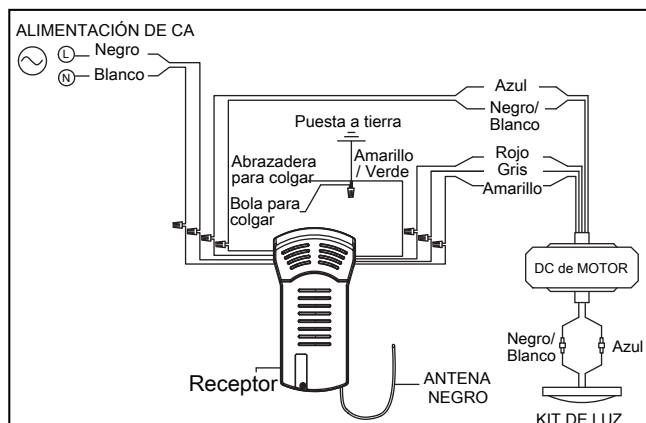

Figura 3
2. Realice las conexiones de cables al bloque del terminal como se muestra en la Figura 3.